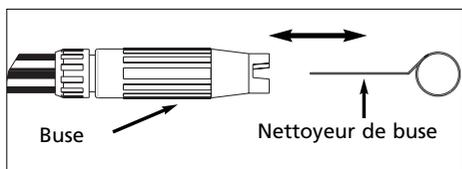

Figure 7 – Introduire le nettoyeur dans le trou de la buse et déplacer avec un mouvement avant-arrière afin de déloger l'obstruction.
- Utiliser le nettoyeur de bout (compris) ou une trombone, introduire le fil dans le trou de la buse et le dépacer avec un mouvement avant-arrière afin de déloger l'obstruction. (Voir Figure 7.)